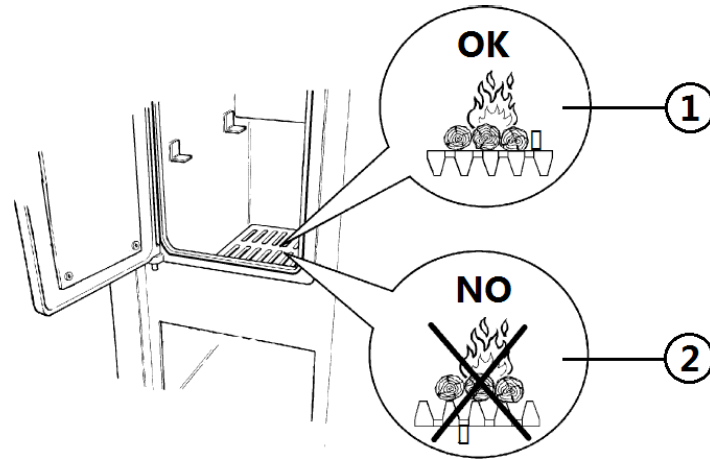

Fig. 29 - Lato braci
- Nel posizionare, la griglia bisogna assolutamente rispettare il LATO BRACI (vedi Fig. 29 a pag. 28).
LEGENDA	Fig. 29 a pag. 28